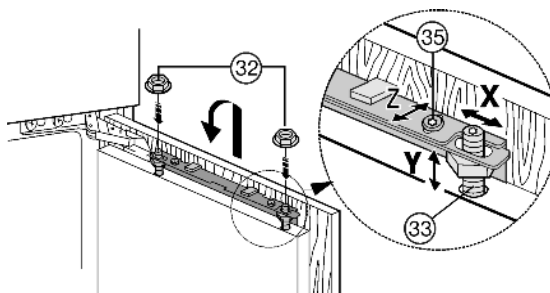

Fig. 23
- ▶ De kastdeur op de stelbouten Fig. 23 (33) inhangen en contraoeren Fig. 23 (32) losjes op de afstelbouten draaien.
- ▶ Kastdeur qua hoogte Y en qua zijwaartse helling uitlijnen: Stelbouten Fig. 23 (33) met een schroevendraaier afstellen.
- ▶ Contraoeren Fig. 23 (32) vastdraaien.